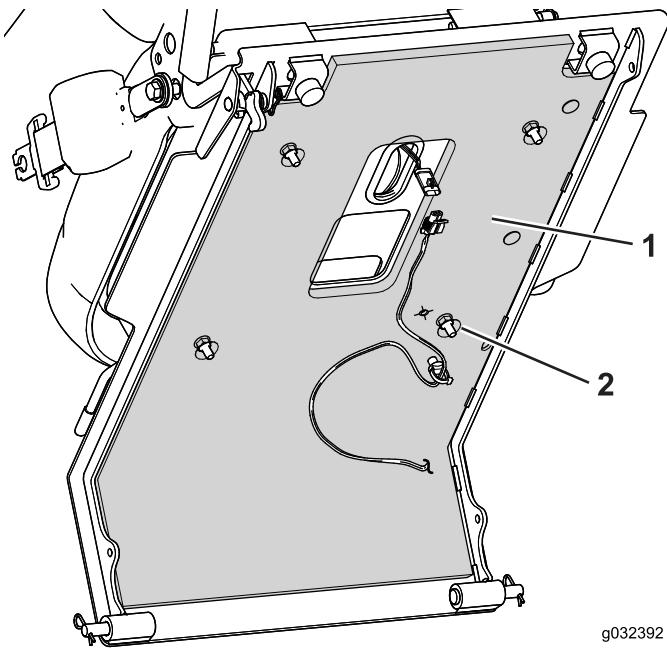

Figura 6
- 5. Retire el papel protector y aplique el protector de debajo del asiento a la parte inferior de la chapa del asiento (**Figura 6**).